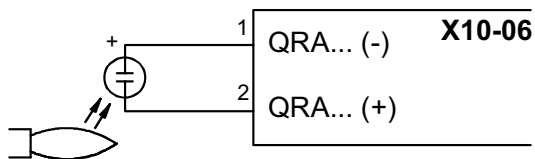

Fig. 40
- Esame fotocellula di rilevazione, pulizia, eventuale registrazione e, se necessario, sostituzione (vedi pag. 50). In caso di dubbio verificare il circuito di rilevazione, dopo aver rimesso in funzione il bruciatore, seguendo gli schemi in Fig. 40.